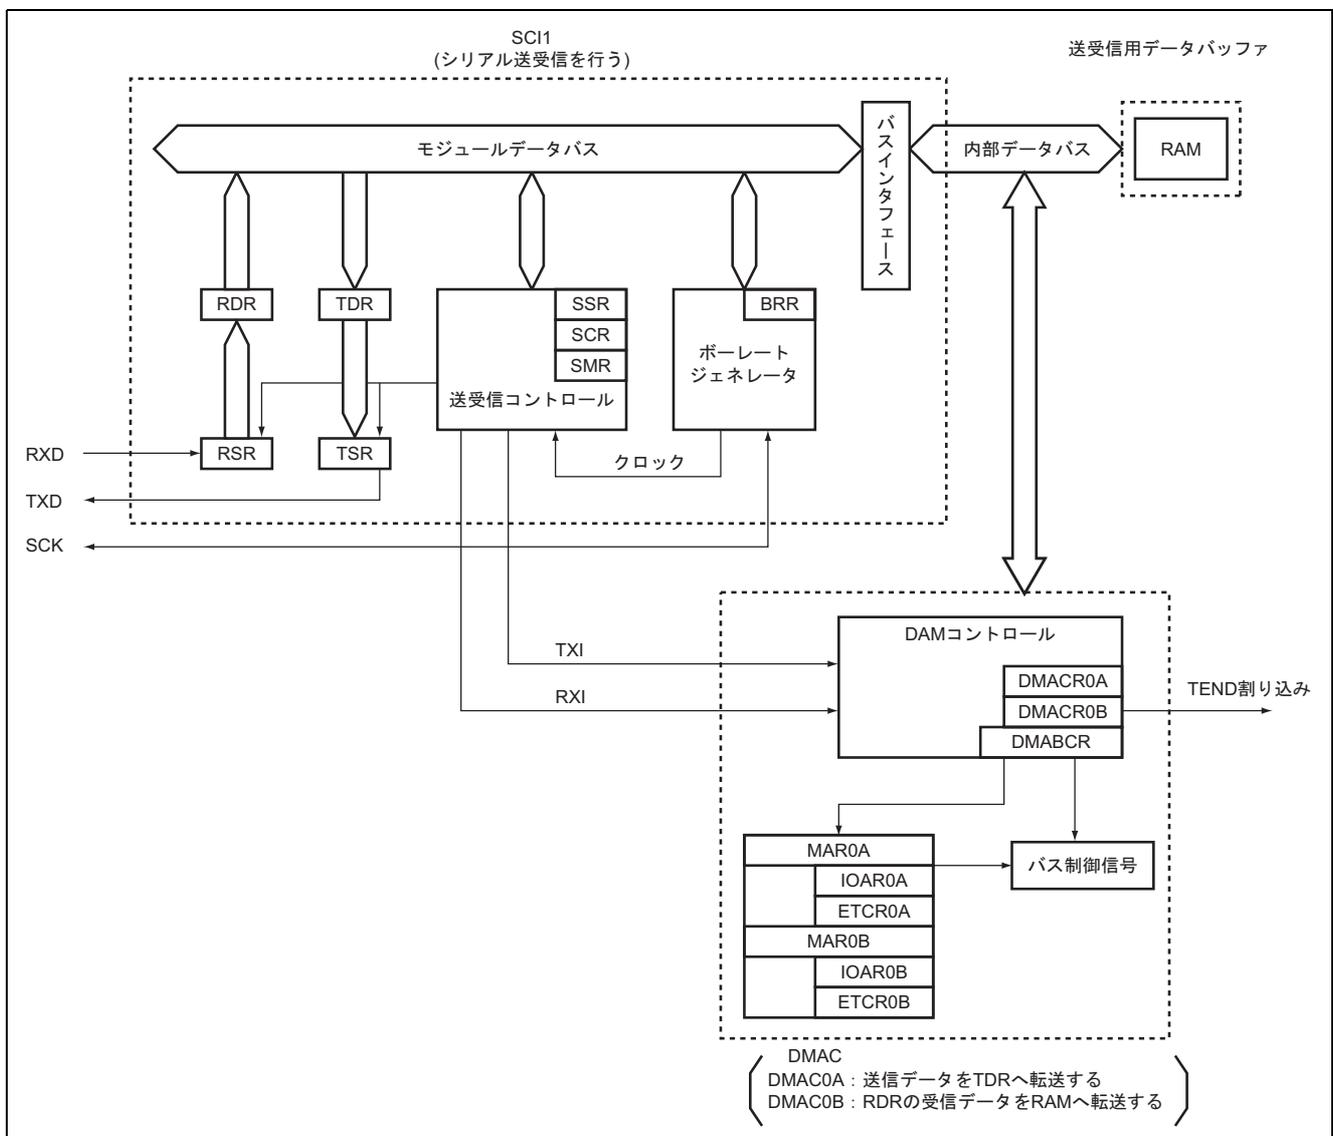

図 2 SCI 連続送受信ブロック図
(1) 図 2 に本タスクで使用する H8S / 2215 の内蔵機能を示します。図 2 に示すように DMAC0A ,DMAC0B および SCI1 を使用して高速にシリアル通信を行います。